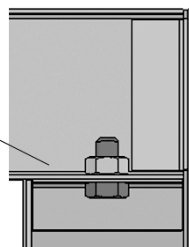

Рисунок 3
1. Швеллер 2 вставить в фиксатор швеллера 1 (см. рис.3).